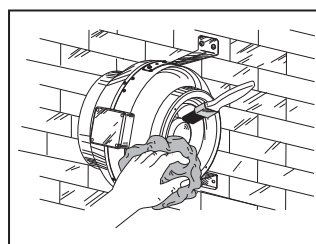

Рис. 23
3. Очистите поверхности вентилятора мягкой тканью или кисточкой, смоченной в теплом мыльном растворе, после чего протрите поверхности насухо (рис. 23);